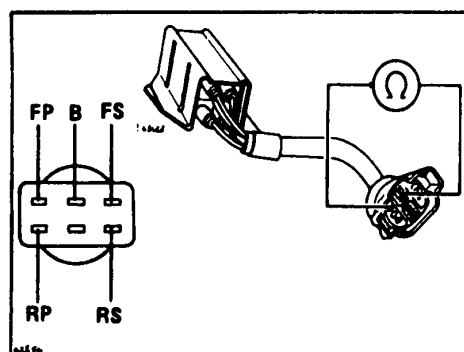

Рис. 25 Проверка дополнительных сопротивлений форсунок
5.3. Дополнительное сопротивление форсунок (рис. 25)